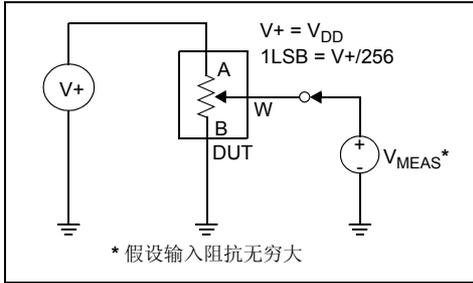

图 2-25: 电位器分压器非线性误差测试电路 (DNL 和 INL)
- 在器件配置为分压器或电位器模式时, 在  $V_W$  上测量 INL 和 DNL。  $V_A = V_{DD}$  且  $V_B = 0V$ 。DNL 规范极值  $\pm 1$  LSB (最大值) 是在规定的单调操作条件下的值。测试电路请参见图 2-25。
- 电阻端子 A、B 和 W 相互间无极性限制。满量程误差和零刻度误差使用图 2-25 进行测量。